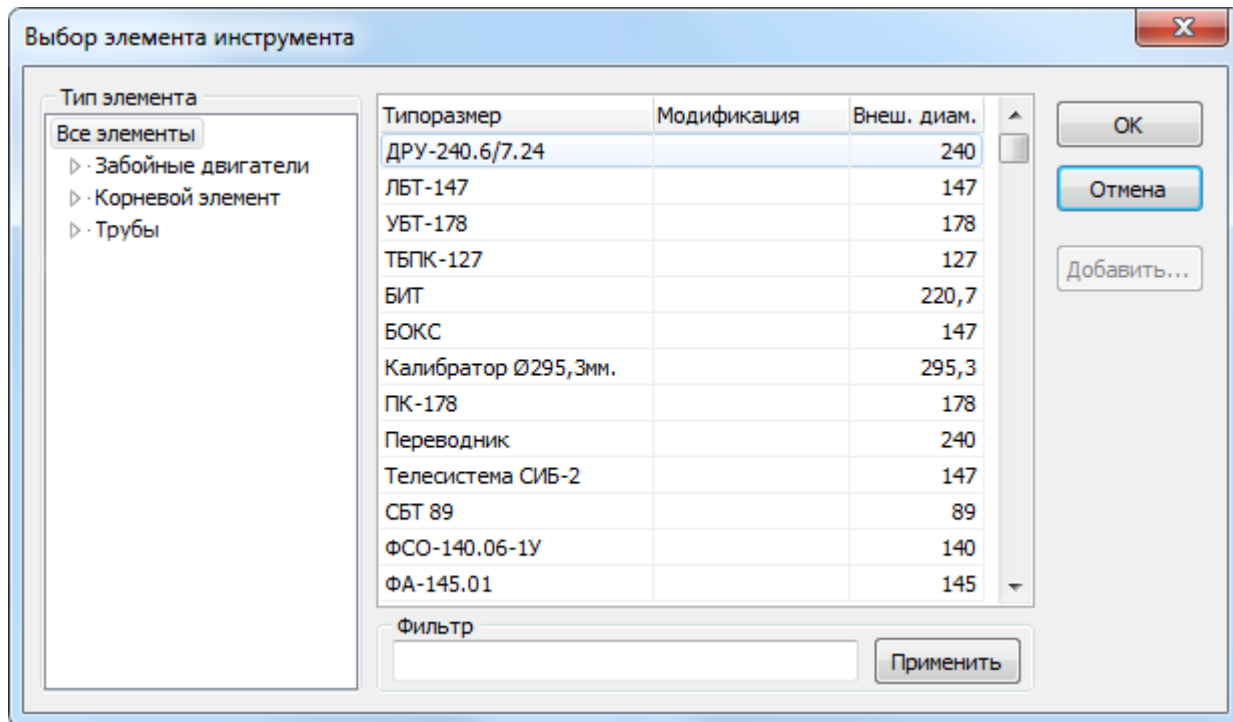

Рисунок 148. Выбор элемента промера
2. В появившемся диалоге, аналогичном диалогу при добавлении элемента промера (Рис. 148), выберите элемент промера для замены.
Нажмите кнопку **ОК** или клавишу "Enter" для продолжения вставки и перехода к диалогу выбора элемента промера (Рис. 148). Для отказа от добавления данных из буфера обмена нажмите кнопку **Отмена** или клавишу "Esc".
4. В появившемся диалоге, аналогичном диалогу при добавлении промера (Рис. 148), выберите элемент промера и нажмите кнопку **ОК** для добавления элемента в список. Для отказа от добавления данных из буфера обмена нажмите кнопку **Отмена**.